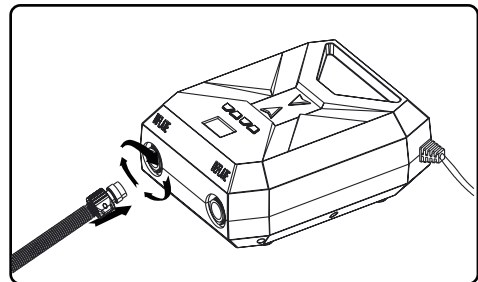

FIG 2
- Conecte el extremo opuesto de la manguera con la tuerca al puerto de inflado de la bomba de aire y bloquéelo girando en el sentido de las agujas del reloj. (FIG 2).